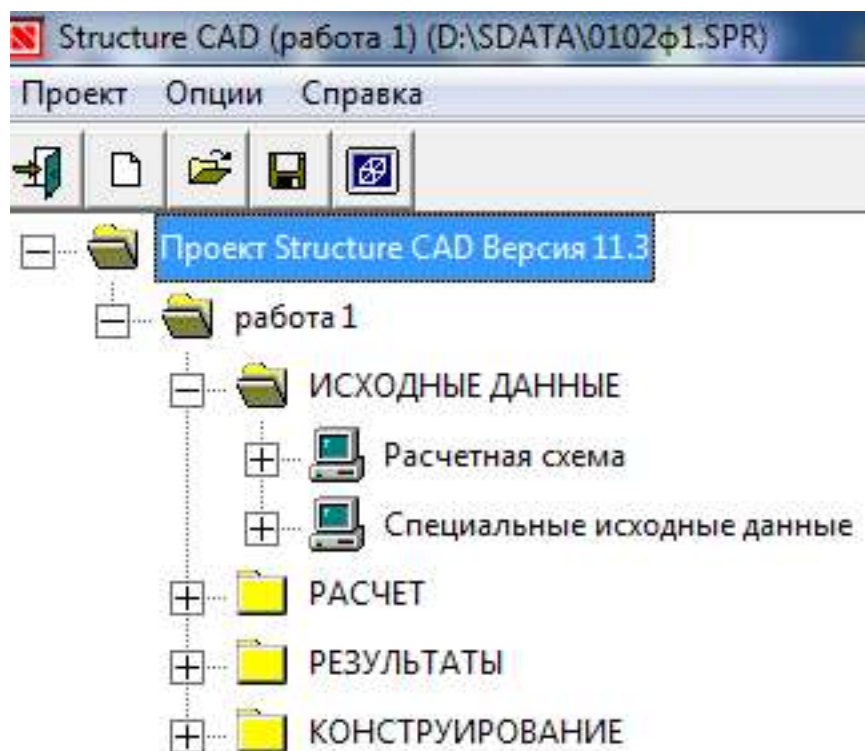
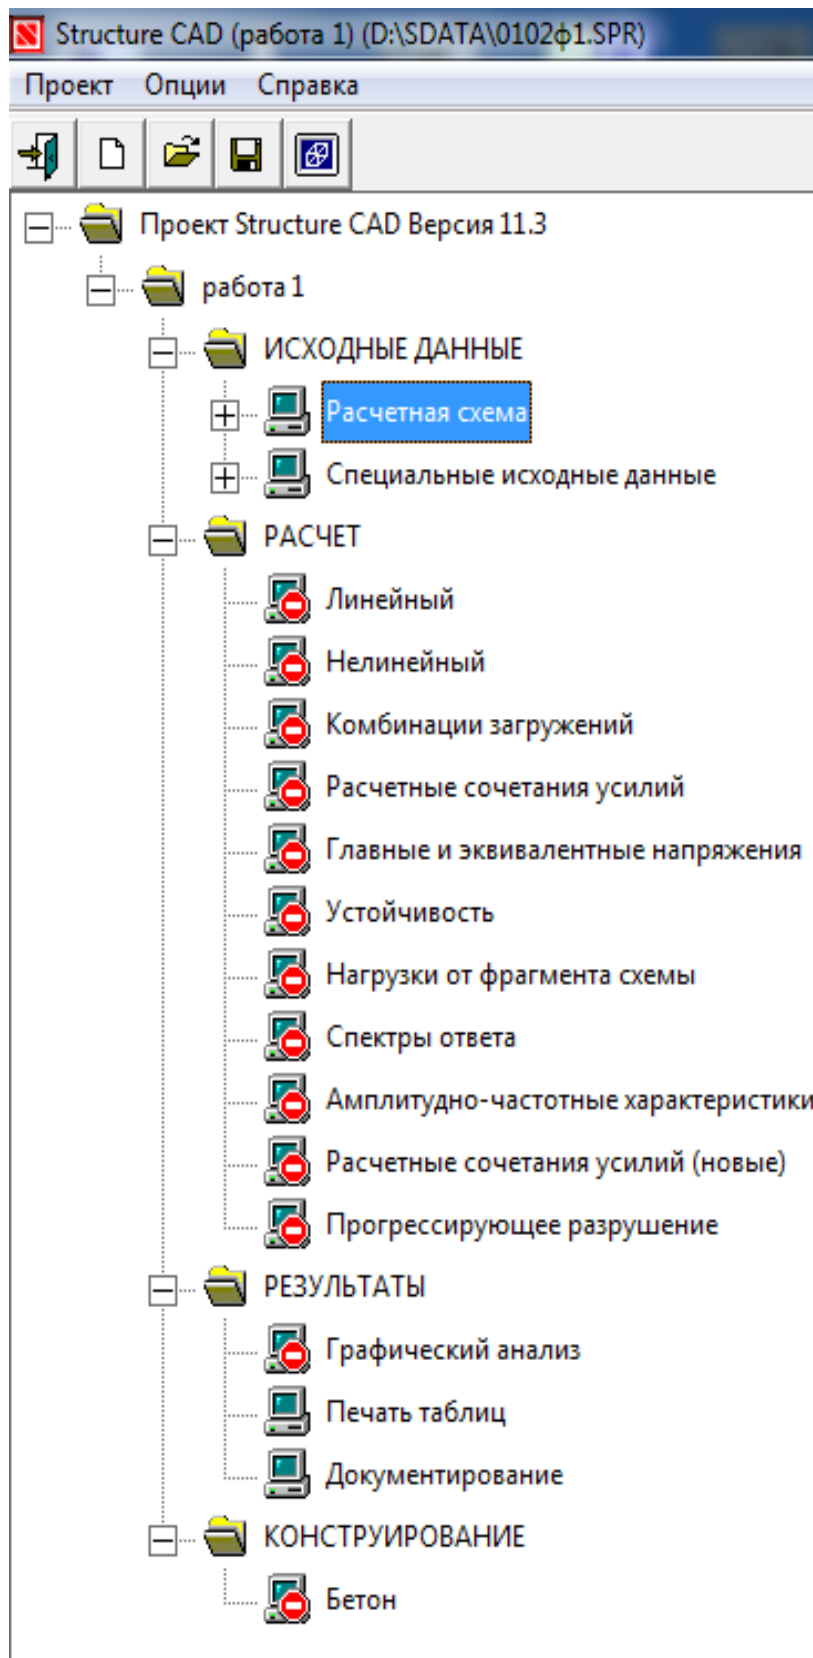

Рисунок 1.5- Дерево проекта
Рисунок 1.6- Дерево проекта SCAD в развернутом виде
Команда «Сохранить» сохраняет новый проект и открывает окно со схемой Дерево проекта (рис. 1.5, рис. 1.6).
12. Чтобы произвести расчет построенной расчетной схемы, необходимо активизировать вкладку **Управление** и выйти в **Дерево проекта** нажатием кнопки  на инструментальной панели. В группе функций раздела **Расчет** следует подвести курсор к позиции **Линейный** и дважды нажать левую кнопку мыши (позиция доступна, если имеет пиктограмму  доступен). В появившемся диалоговом окне **Параметры расчета** можно выбрать характеристики будущего расчета и нажать кнопку ОК. Если позиция **Линейным** имеет вид  (недоступен) (рис.1.6.), это значит, что SCAD выполнить расчет не может, чаще всего из-за полного или
частичного отсутствия начальных данных, вводимых в разделе **Расчетная схема**, (один из раздела второго уровня будет иметь пиктограмму)  (рис. 1.6.).